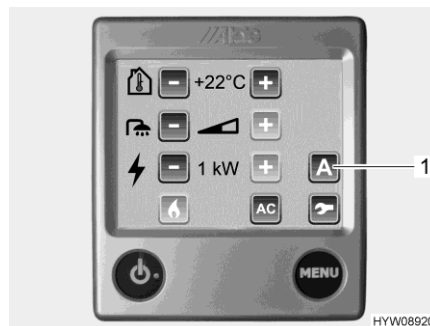

Fig. 164 Menu de réglage (ventilateur d'appoint)
L'unité de commande (Fig. 164) du chauffage à eau chaude sert de commande du ventilateur d'appoint.
- Appuyer sur le bouton "A" (Fig. 164,1). Les fonctions sont affichées.